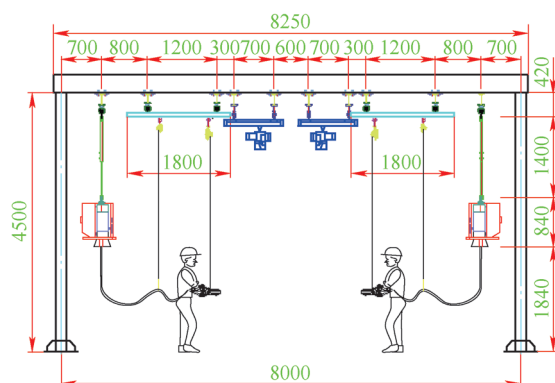

图5 双轨道葫芦梁常规布置参考
3) 横轨居中对称安装, 并根据工艺焊点要求, 进行二次调整。一级总成、二级总成工位输送设备采用单钩电动葫芦+柔性梁轨道+导向机构。葫芦轨道两侧相邻焊钳悬挂滑轨吊点的中心距离为1200~1400mm。三级总成及小件区域输送设备采用手拉行走气动葫芦+铝合金轨道。葫芦轨道距离相邻焊钳悬挂滑轨吊点的中心距离为300mm。双轨道葫芦梁常规布置如图5所示。